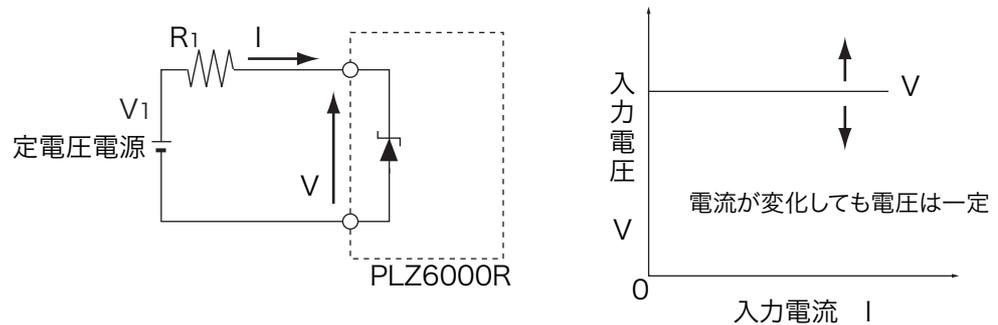

図 A-9 定電圧モードの等価回路と動作
本製品を定電圧 (CV) モードで使用すると、図 A-9 のように本製品は定電圧負荷 (シャントレギュレータ) として動作します。  $V_1 > V$  の場合、負荷入力電流  $I$  が変化しても負荷入力電圧  $V$  が一定になるように動作します。  $V_1$  が  $V$  以下では、電流は流れません。
定電圧 (CV) モードを使用して、図 A-9 における定電圧電源の負荷特性を調べる場合を考えてみます。